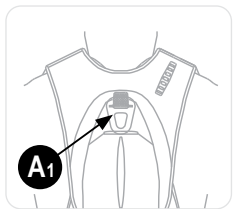

Figura 17
- Conecte o mosquetão da passadeira com absorção de energia ao ponto de fixação de proteção contra queda marcado **A1** (consulte a Figura 17). **A1** é o único ponto de fixação que fará com que a função de resgate do MSA PRD funcione.